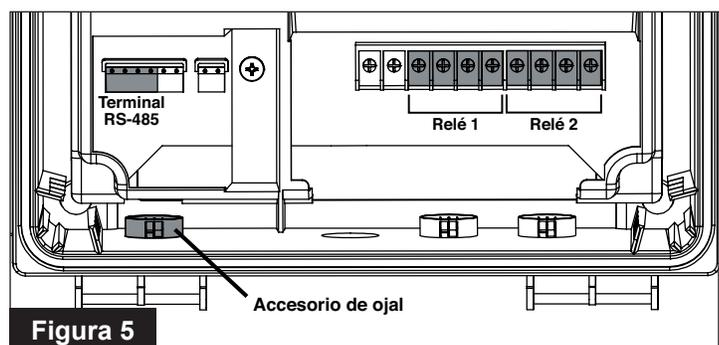

Figura 5
Debería conectarse una bomba de filtrado de una velocidad tanto al Relay 1 (Relé 1) como al Relay 2 (Relé 2) (**Figura 5**).
Cada bomba de velocidad variable IntelliFlo se envía con un cable de comunicación RS-485 de 50 pies (15,2 m). Este cable se utilizará para conectar IntelliFlo al terminal RS-485 de IntelliConnect (**Figura 5**).
5. Inserte los conductores del cable en el accesorio de ojal más a la izquierda (**Figura 5**) y tire del cable hacia el compartimento para conexión eléctrica.
6. Inserte los conductores VERDE y AMARILLO en el terminal RS-485 (**Figura 5**) de acuerdo con las marcas del tablero de control y sujételos en su lugar.
El equipo conectado al Relay 1 (Relé 1) o al Relay 2 (Relé 2) (**Figura 5**) y designado tanto como «Other (Flow Dependent)» (Otro [dependiente de flujo]) o «Booster Pump» (Bomba auxiliar) en la aplicación Pentair Home no se activará hasta que la bomba de filtrado haya funcionado durante 2 minutos y dejado que el sistema se beba.
Se debe conectar un bomba auxiliar a uno de los dos terminales de relé (**Figura 5**).
Se debe conectar un clorador de sal en un lateral del terminal RS-485 (**Figura 5**) de acuerdo con las marcas del tablero de control.